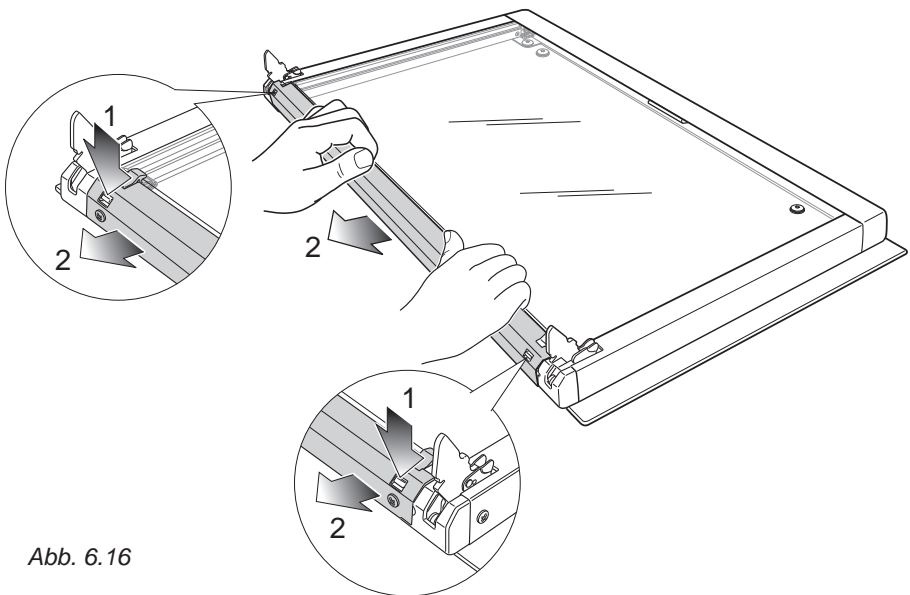

Abb. 6.16
**WICHTIG:** Die Tür muss waagrecht positioniert werden, wie in Abb. 6.16.